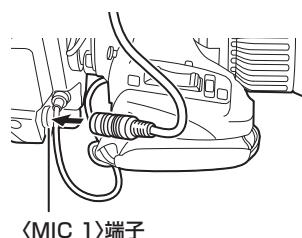

図3
- 3 マイクケーブルをケーブルクランプに通し、〈MIC 1〉端子（フロント）に接続する。(図3)